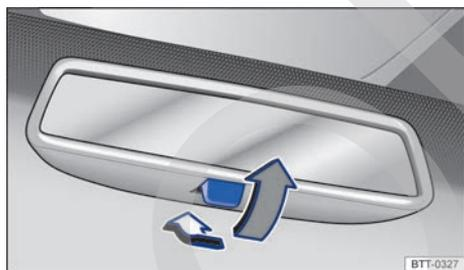

Fig. 116 En el parabrisas: retrovisor interior antideslumbrante manual.
- Para oscurecer el retrovisor, tire de la palanca hacia atrás → fig. 116.